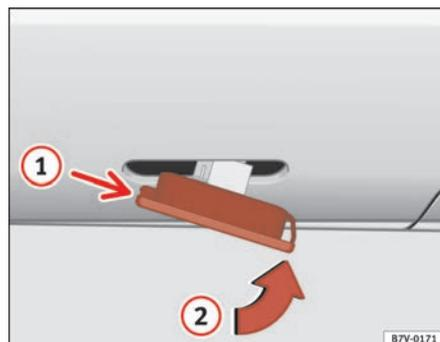

Fig. 164 Indicatori di direzioni laterali
- Collocare l'indicatore di direzione nel foro della carrozzeria, incastrando le linguette **1** ⇒ pag. 262, fig. 164, e successivamente inserire la lampada come indicato dalla freccia **2**. ■